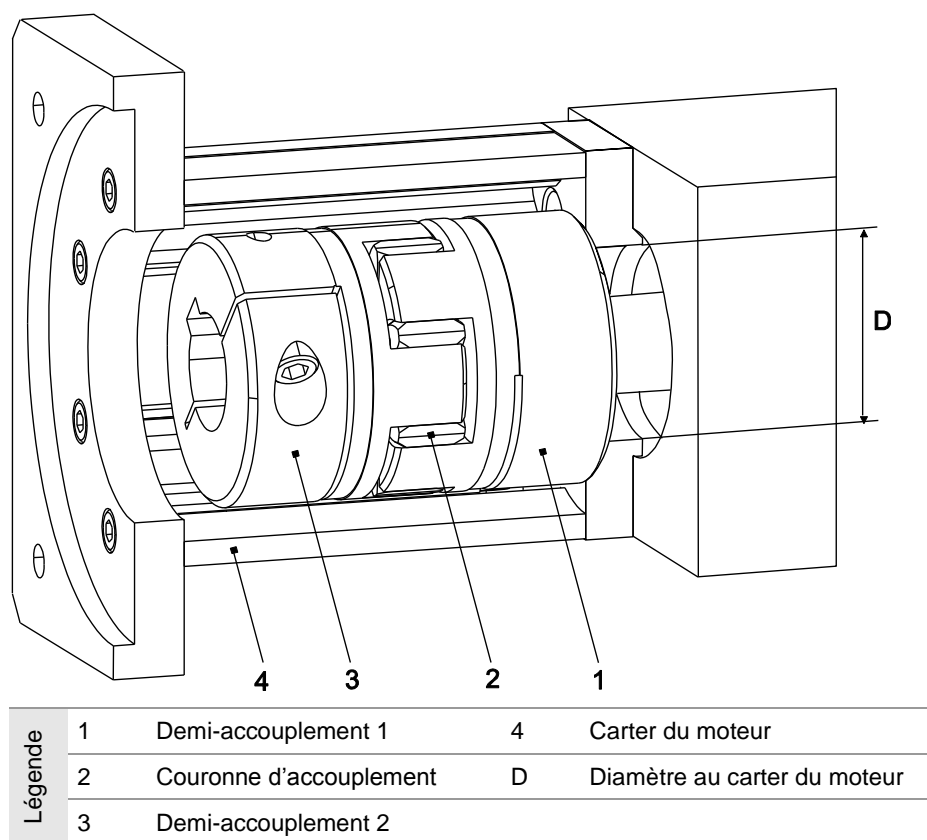

Figure 8 Carter du moteur avec accouplement au tenon d'entraînement
3. Si le diamètre de l'accouplement est inférieur à la cote D au carter du moteur (4), monter d'abord le demi-accouplement 1 (1) (alésage en coïncidence avec l'arbre d'entraînement) puis le carter du moteur (4) (Figure 8).